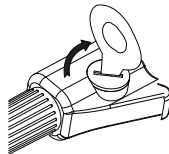

fig.3
---Incline la tapa de la pila para alinearla con la posición de encaje y presiónela hacia abajo. gire la tapa de la batería en el sentido de las agujas del reloj para bloquearla. (fig.3)